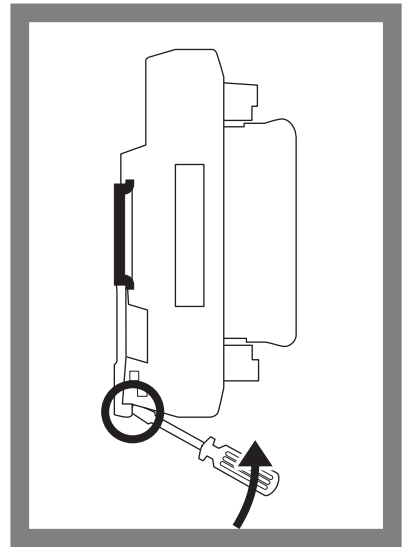

Abb. 4: Demontieren
- 1 Demontieren Sie den SCALA Controller wie in Abb. 4 dargestellt.